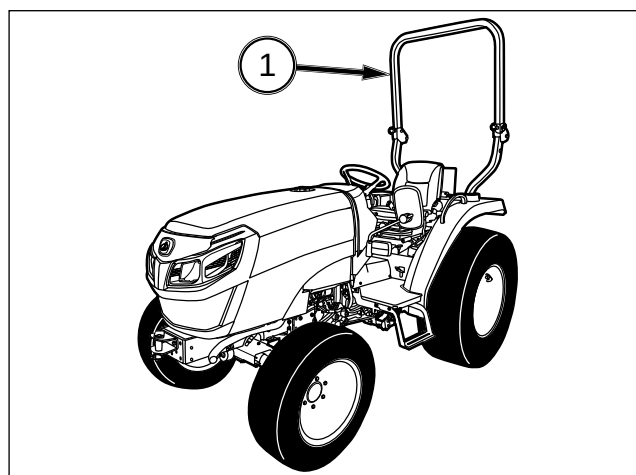

FIG. 71
FIG. 71 : Ce tracteur est équipé d'un arceau de sécurité de type ROPS (1) ~~et d'une ceinture de sécurité~~. La ceinture de sécurité doit être portée en permanence pendant l'utilisation du tracteur et l'arceau de sécurité doit rester en position relevée ~~et verrouillée~~.